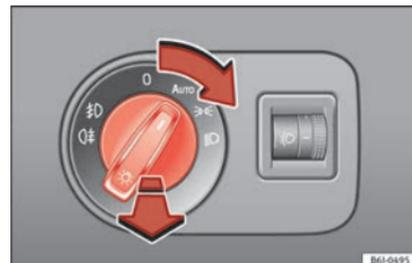

Fig. 29 Planche de bord : commande des feux.
- Tournez l'interrupteur dans la position désirée » fig. 29.